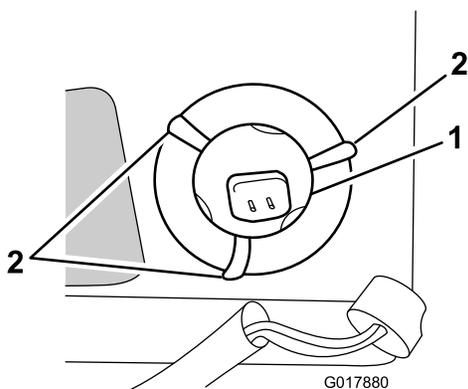

Figure 31
7. Pliez les ergots métalliques de la gaine en métal (qui maintiennent l'ampoule en place) sur le côté ; voir Figure 31.